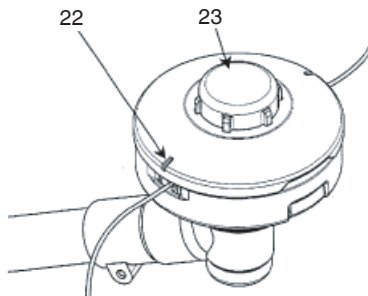

Fig. 10
- Vérifiez si le boîtier et le bouton sont usés. Si la marque de limite d'usure (22) sur le boîtier n'est plus visible ou qu'il y a un trou au bas (23) du bouton, changez immédiatement les nouvelles pièces. (Fig. 10)